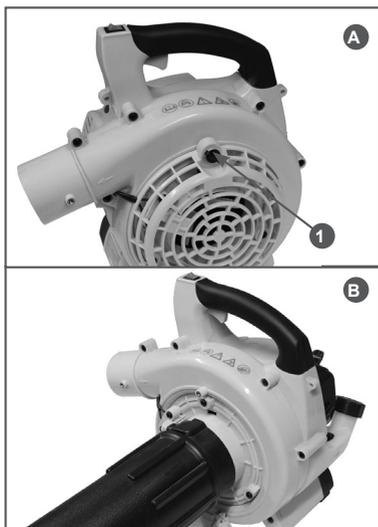

Рис. 5 Установка всасывающей трубы
- а) Отсоедините напорную трубу (Рис. 5А). Аналогично напорной трубе соберите из двух частей всасывающую трубу. Открутите винт 1 (Рис. 5А) и откиньте крышку вентилятора. Установите всасывающую трубу (Рис. 5В). Убедитесь, что скошенный конец всасывающей трубы обращен к земле.
*На устройстве установлен выключатель предохранительный 3 (Рис. 2). Убедитесь, что крышка вентилятора надежно закреплена винтом 1 (Рис. 5А) для эксплуатации в режиме нагнетания, или всасывающая труба надежно закреплена на устройстве (Рис. 5В) для эксплуатации в режиме всасывания. При случайном открытии крышки работающий двигатель должен заглохнуть.*